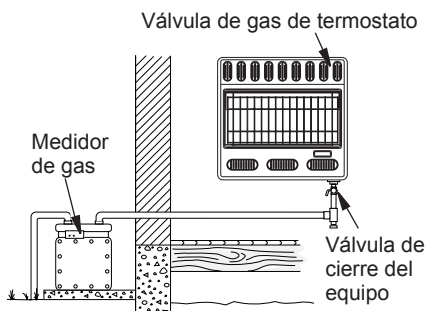
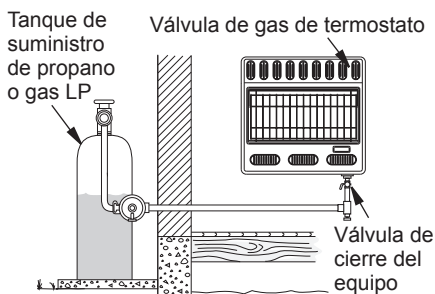

Figura 17 - Revisión de las uniones de gas para gas natural
Figura 18 - Revisión de las uniones de gas para propano o gas LP
3. Revise todas las uniones entre el medidor de gas, si usa gas natural (consulte la figura 17), o entre el tanque de suministro de propano o gas LP, si usa este tipo de gas, y la válvula de cierre del equipo (consulte la figura 18). Aplique en todas las uniones algún líquido de detección de fugas que no sea corrosivo. La formación de burbujas indicará una fuga.
4. Revise todas las uniones entre la válvula de cierre del equipo y válvula de gas del termostato (consulte la figura 17 ó 18). Aplique en todas las uniones algún líquido de detección de fugas que no sea corrosivo. La formación de burbujas indicará una fuga.